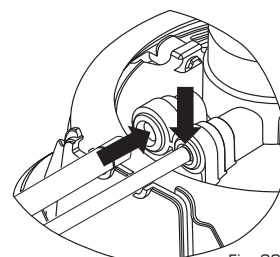

Fig. 23
5. **Inserte** los tubos VERDE y AZUL conectados a la llave auxiliar eSpring en las ubicaciones correspondientes en el soporte (Fig. 23).